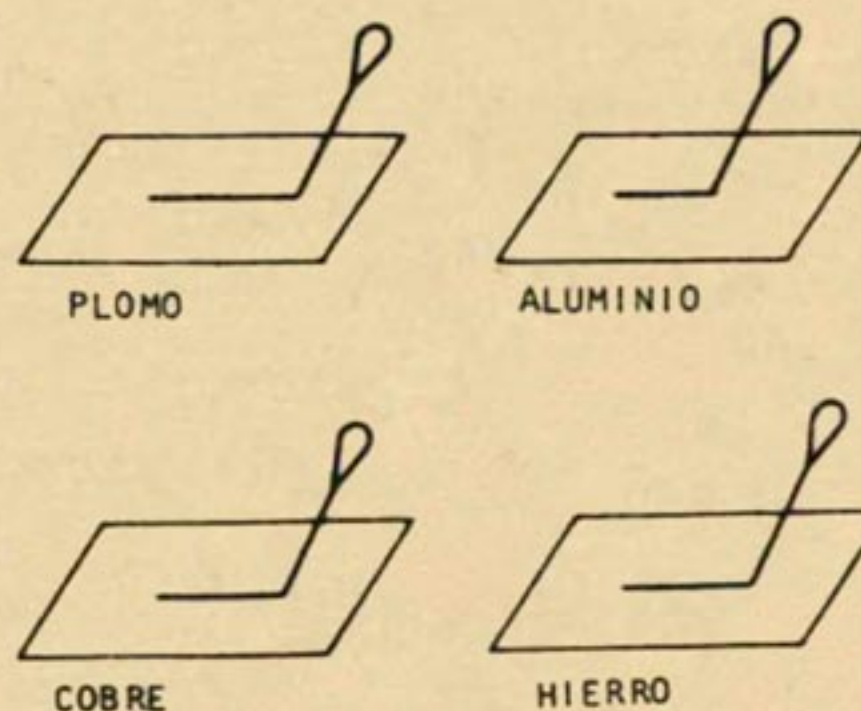

Fig. 3
- 2 Raye su superficie con el rayador (fig. 3).